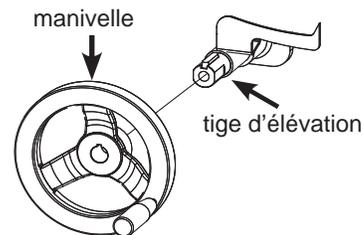
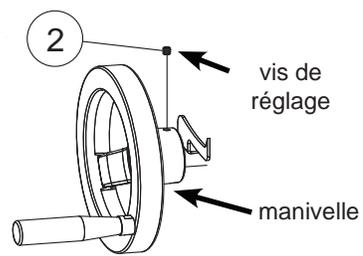
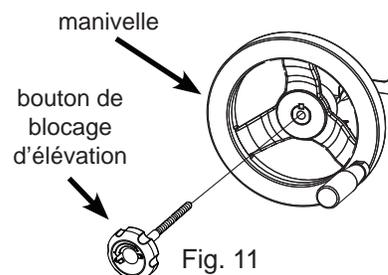

Fig. 9
Fig. 10
Fig. 11
- Déballiez une des manivelles incluses avec votre scie et vissez la poignée à la manivelle (voir figure 7). Serrez la poignée à l'aide d'une clé 14 mm. La quincaillerie requise pour installer la manivelle d'élévation se trouve sur la partie de l'ensemble de quincaillerie ayant un arrière-plan bleu. Retirez une clé de l'ensemble de quincaillerie et insérez-la dans la fente au bout de la tige d'élévation (voir figure 8). Glissez la manivelle sur la tige d'élévation (voir figure 9) jusqu'à ce que la face de la manivelle soit à niveau avec le bout de la tige. Retirez une vis de réglage de l'ensemble de quincaillerie et vissez-la dans le petit trou sur le côté de la manivelle (voir figure 10). Serrez la vis à l'aide d'une clé hex 3 mm. Repérez le bouton de blocage ayant la tige filetée la plus longue. Vissez le bouton de blocage à la manivelle (voir figure 11), mais ne pas le serrer complètement. Le bouton de blocage est utilisé pour empêcher la manivelle de tourner une fois que la lame est réglée à la hauteur désirée.